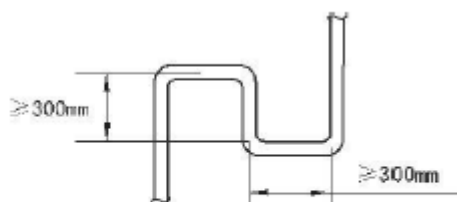

Fig.5-2
3. Quand l'unité extérieure est dans la position haute et que la différence de niveau dépasse les 20 m, il est recommandé de régler le coude de retour d'huile tous les 10 m dans le tube de gaz du tube principal ; pour consulter les spécifications du coude de retour d'huile, voir la Fig. 5-2.
Nom du tube	Code (Comme dans la Fig. 5-2)
ex. 1 : Voir la Fig.5-2 , la capacité des unités en aval jusqu'à L2 est $71 \times 2 + 140 + 28 = 310$, c'est-à-dire que le tube de gaz basse pression pour L2 est Φ22,2, le tube de gaz haute pression est Φ19,1, le tube de liquide haute pression est Φ12,7.
- Suivez l'exemple de la Fig. 5-2. Sous réserve que la longueur équivalente de tous les tubes dans ce système soit supérieure à 90 m.